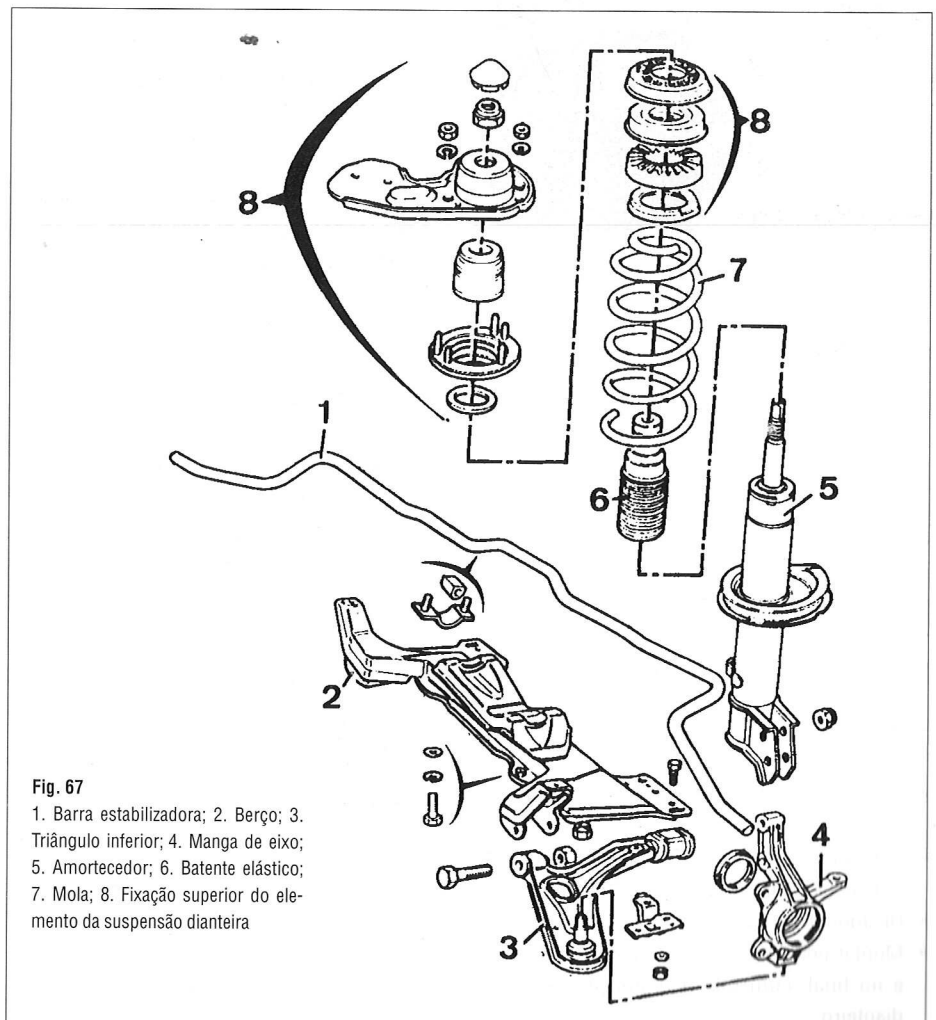

Fig. 67
6.2.2. CONJUNTO DA SUSPENSÃO DIANTEIRA (Fig. 67)